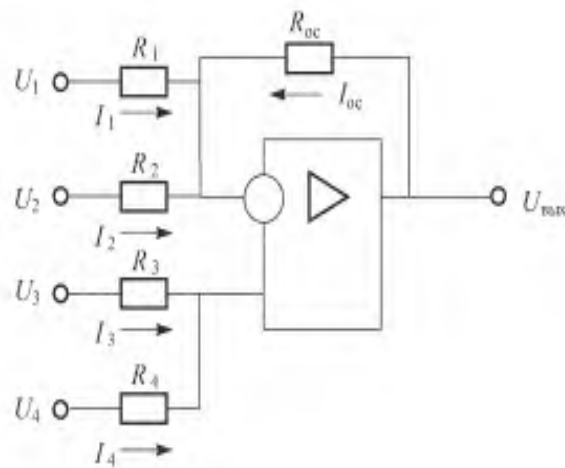

Рисунок 1. Схема суммирования
13. Определить $U_{ВЫХ}$ в схеме изображенной на рис.1, если $U_1=1$ В; $U_2=3$ В; $U_3=5$ В; $U_4=2$ В; $R_1=1$ кОм и $R_2=5$ кОм; $R_3=2$ кОм и $R_4=1$ кОм; $R_{oc}=1$ кОм.